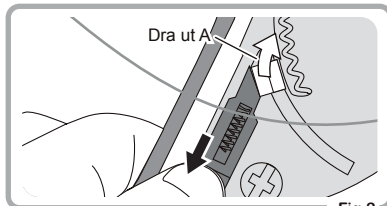

Fig.2
- ② Dra ut visiret i den vita pilens riktning samtidigt som du drar ner spaken så att ena sidan av visiret kan lösas helt och hållet. (Fig. 2).